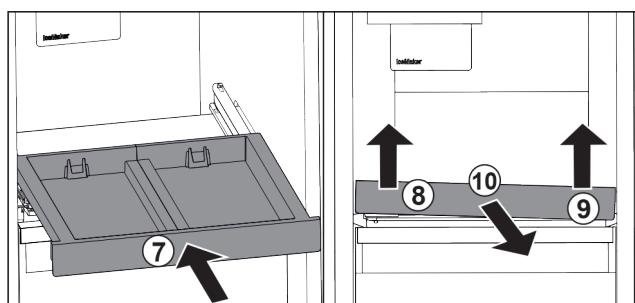

Fig. 86
- Вставьте выдвижную панель. Fig. 86 (7)
- Приподнимите выдвижную панель спереди слева. Fig. 86 (8)
- Приподнимите выдвижную панель спереди справа. Fig. 86 (9)
- Извлеките выдвижную панель движением вперед. Fig. 86 (10)